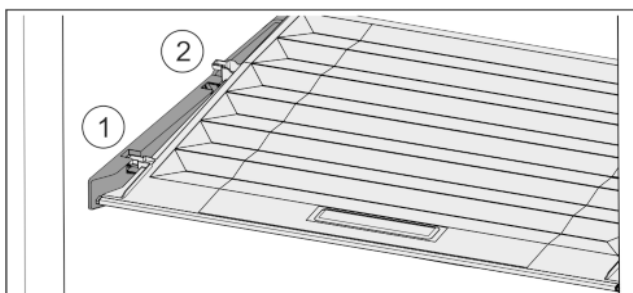

Fig. 28
- ▶ Pokrywę pociągnąć do przodu Fig. 28 (1), aż otworzy się w elementach trzymających.
- ▶ Podnieść tył od dołu i w wyjąć Fig. 28 (2) go do góry.